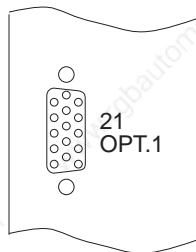

**Bild 2-15 Anschluß
1. Litzen gemäß Bild 2-15 auf Stecker verlöten.